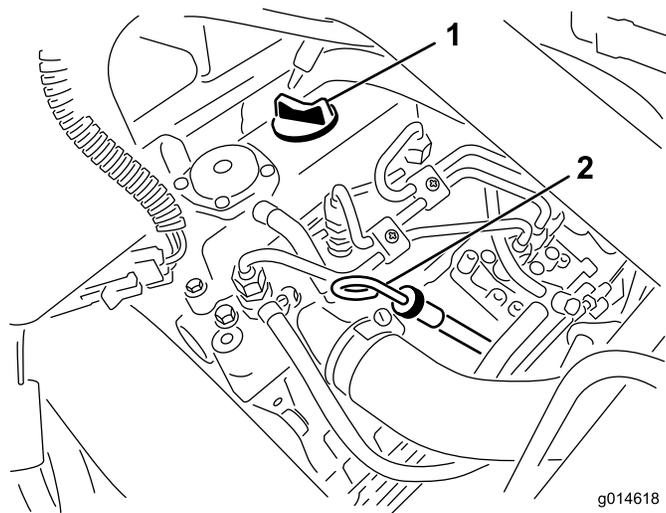

Figura 30
2. Retire a vareta e limpe-a com um pano limpo (Figura 30).